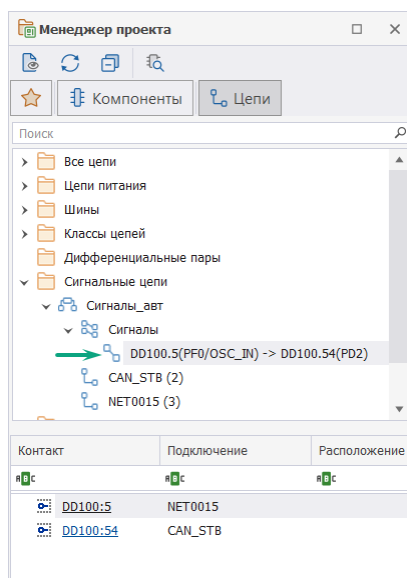

Рис. 147 Отображение сигнала в панели «Менеджер
- В результате в панели «Менеджер проекта» → «Сигнальные цепи» → «Сигнал_авт» → «Сигналы» отображается автоматически созданный сигнал «DD100.5(PF0/OSC_IN) → DD100.54(PD2)», см. Рис. 147.